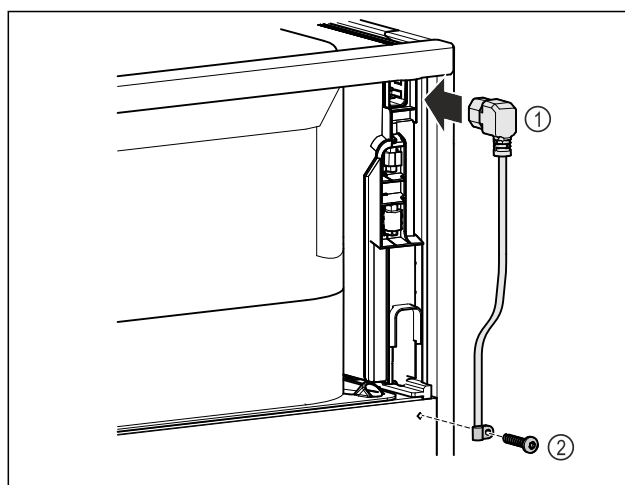

Fig. 11
- Sæt køleskabsudtagets strømkabel Fig. 11 (1) i på apparatets bagside.
- Monter trækaflastningen. Fig. 11 (2)